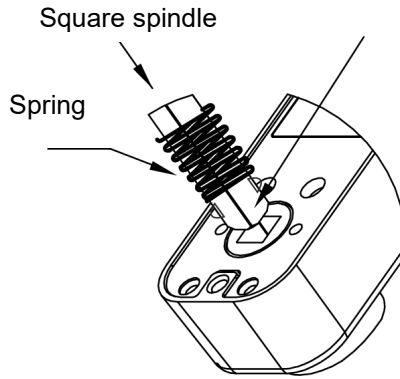

FIG9B
- 3) Führen Sie ein Ende des Vierkantschafts mit der Verriegelungsfeder in die Vierkantöffnung des Frontplattenverschlusses ein (siehe Abbildung 9B) und das andere Ende in die Vierkantöffnung des Rückplattenverschlusses. Montieren Sie die Verbindung mit der beiliegenden Gummidichtung und den Befestigungsschrauben.